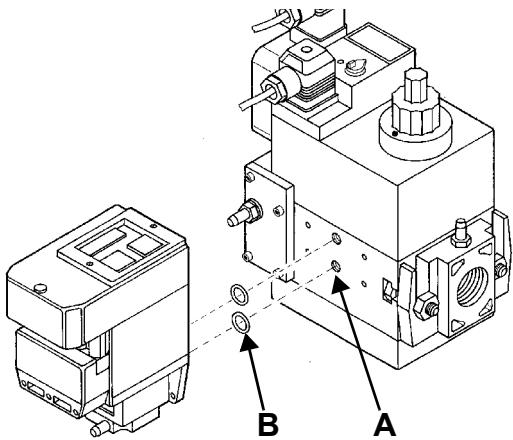
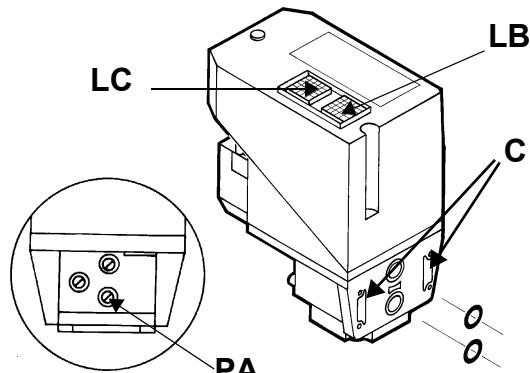

Рис. 6
Рис. 7
- 2). снять крепежные винты группы Multibloc (Рис. 6-А)
- 3). вставить уплотнительные кольца (10,5x2,25) в VPS 504 (Рис. 7-В, Рис. 6-В)
- 4). закрутить 4 винта блока контроля герметичности (M4x16) Рис. 6-С.
Для проверки работы, подсоедините манометр к штуцеру для отбора давления **PA** (Рис. 7). Если проверка завершилась положительно, через несколько секунд зажигается жёлтая лампочка **LC**. В противном случае загорается красная лампочка блокировки **LB**. Чтобы перезапустить горелку, необходимо разблокировать блок управления нажатием на светящуюся кнопку **LB**.